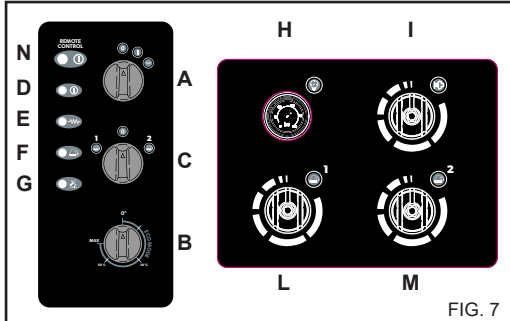

FIG. 7
- 2) Käynnistä painepesuri, valitse käytettävä tuote "1" tai "2" valitsinta C (fig.7) käyttämällä ja aukaise pesuaineen annosteluhanana L (tuotteelle nro. "1") tai annosteluhanana M (tuotteelle nro. "2") (fig.7) kääntämällä nuppia vastapäivään. Levitä ainetta pestävälle pinnalle alhaalta ylöspäin.
- 3) Aseta pesuaineen valitsin C (fig.7) asentoon "0". Sulje annosteluhanat kääntämällä nuppeja myötäpäivään.